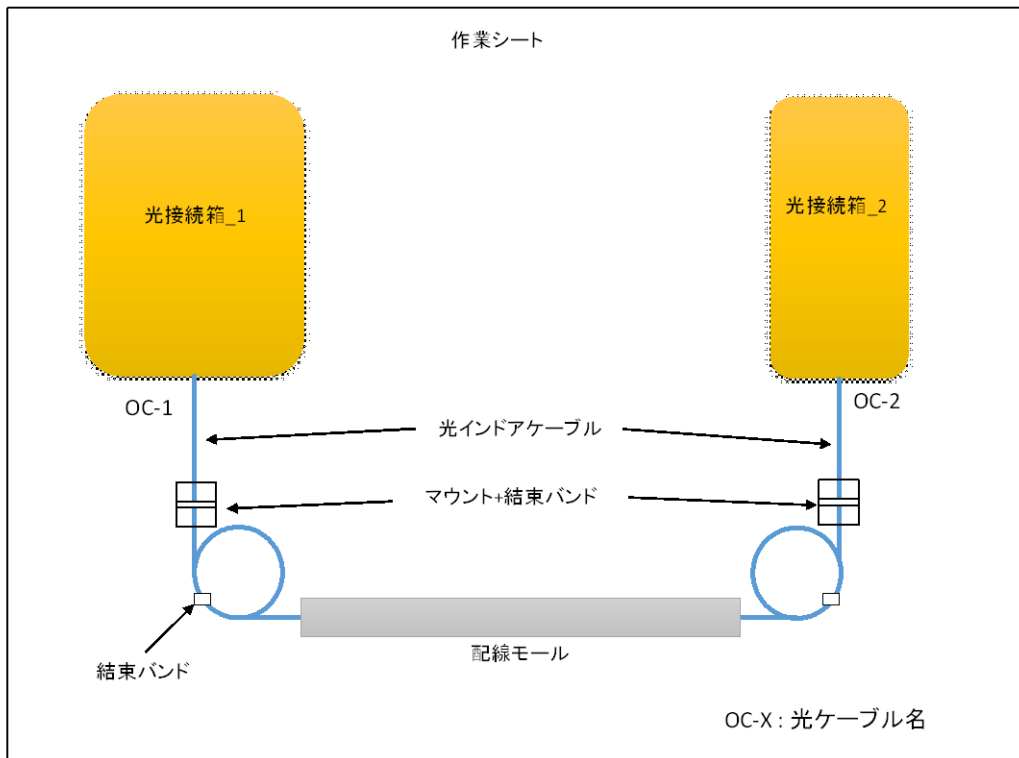

図1 配置図例 (パターン②)
- ・ 各ケーブルの両端及び光接続箱に識別ラベルを取り付ける。ラベルは、図1に記載のケーブル名及び光接続箱名とする。